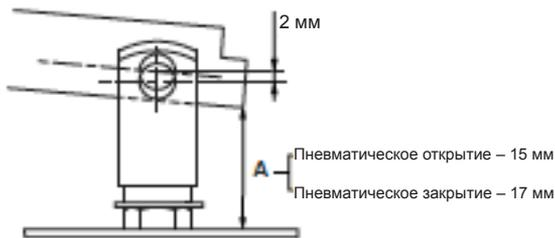

Рисунок 16 - Регулировка рычага (113)
- В. Установите рычаг (113) с пружинным зажимом (115), направляя отверстие вверх, вставьте штифт (105) в отверстие А, затем вставьте штифт (18) в проушину (104а). Примечание. Перед установкой все штифты должны быть смазаны небольшим количеством консистентной смазки.
- С. Нажмите на рычаг со стороны привода, чтобы проверить наличие утечек через пробку/кольцо седла при ΔP 3,5 бар изб. (50 фунтов на кв. дюйм изб.). Если клапан оснащен маховиком, рычаг (113) не должен касаться упора рычага (122). Если клапан протекает, сбросьте давление на входе и снимите штифт (18) проушины (104а), затем ослабьте гайку (103). Ослабьте шток пробки, чтобы переместить проушину вверх (104а). Полный поворот перемещает положение вверх на 1 мм. Затем снова затяните контргайку (103).
- Д. Убедитесь, что расстояние между штифтом проушины (104b) и отверстием в рычаге (113) составляет приблизительно 2 мм. При необходимости отрегулируйте положение скобы (104а), чтобы получить это расстояние, см. рис. 16. Это значение обеспечивает начальное сжатие пружины (134) привода.